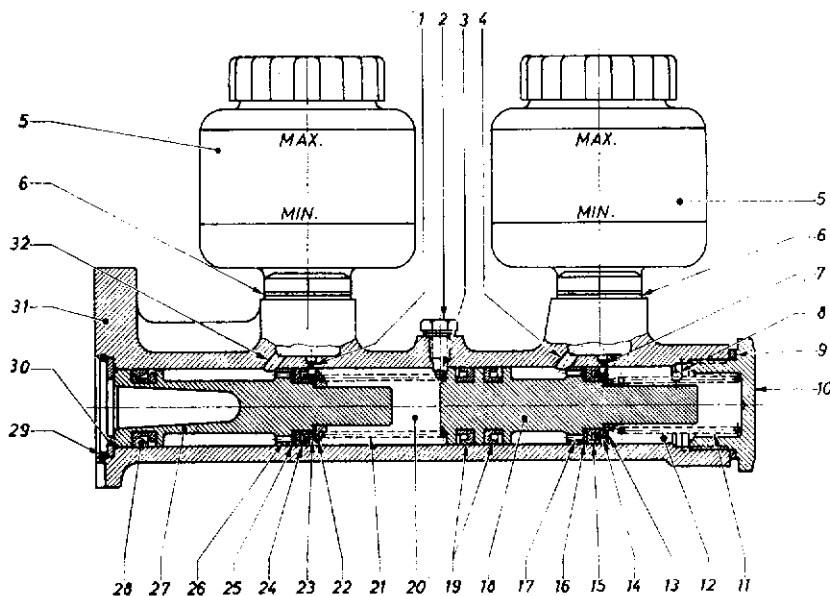

Fig. 80. — Vue en coupe du maître-cylindre tandem
Le maître-cylindre tandem est alimenté par deux réservoirs séparés (fig. 80).
Ne pas omettre cependant, de dévisser la vis d'arrêt (2) du piston avant et de ne remettre cette vis en place qu'après avoir enfoncé le piston (18) dans le cylindre de manière à ce que la vis vienne derrière le piston pour l'arrêter (fig. 80).